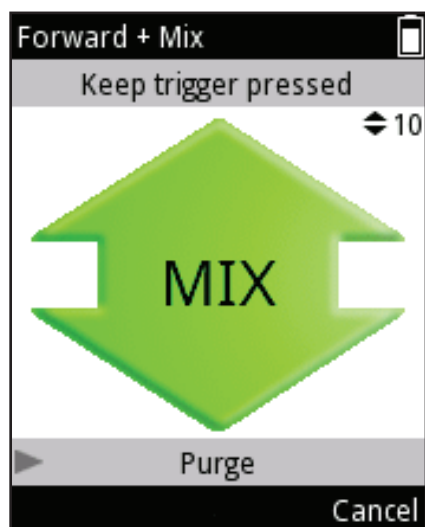

Figura D29.
6. **a)** Tipo di miscelazione controllato dall'utente: Finché il grilletto rimane premuto, ca. il 70% del volume totale viene pipettato (figura D29).